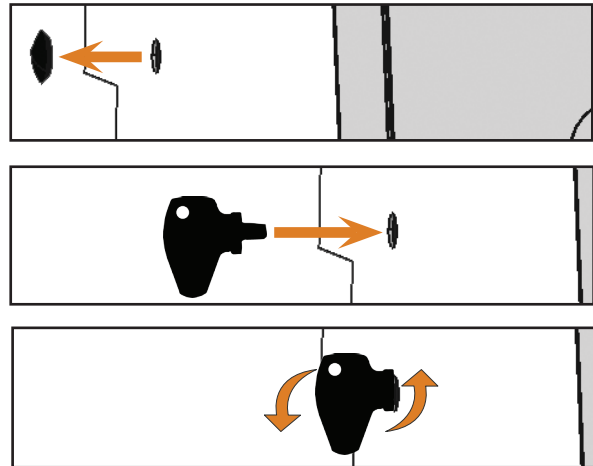

Abb. 24: SCHLÜSSEL FÜR DIE NOT-ENTRIEGELUNG VERWENDEN
- M2. Entfernen Sie die Verschlusskappe von der Öffnung für die Not-Entriegelung an der linken Seite der Maschine (☞ Abb. 24, oben).
- M3. Führen Sie den Schlüssel zur Not-Entriegelung der Arbeitraumtür durch die Öffnung an der linken Seite der Maschine (☞ Abb. 24, Mitte).
- M4. Deaktivieren Sie die Sicherheitsverriegelung der Arbeitraumtür, indem Sie den Schlüssel um 90° gegen den Uhrzeigersinn drehen (☞ Abb. 24, unten).
- M7. Aktivieren Sie die Sicherheitsverriegelung der Arbeitraumtür wieder, indem Sie den Schlüssel zur Not-Entriegelung um 90° im Uhrzeigersinn drehen (☞ Abb. 24, unten).